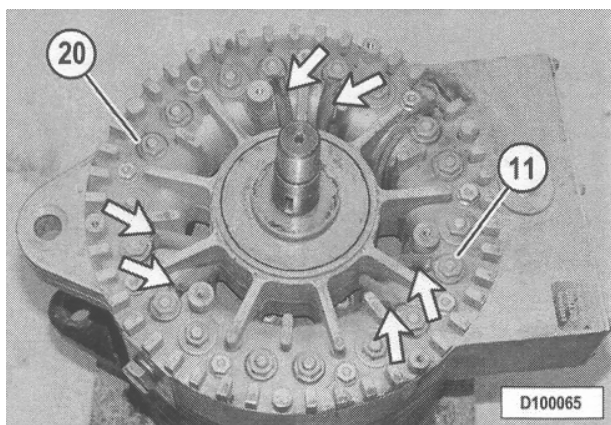
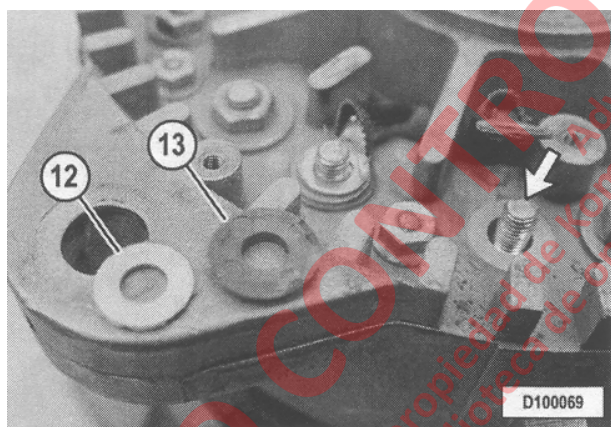

FIGURA 10-54.
FIGURA 10-55.
4. Retire seis tuercas hexagonales (11, Figura 10-54) usando un dado de 11 mm. Retire los conductores de fase de los terminales. Si es necesario, retire las golillas planas (12, Figura 10-55) y aisladores (13).